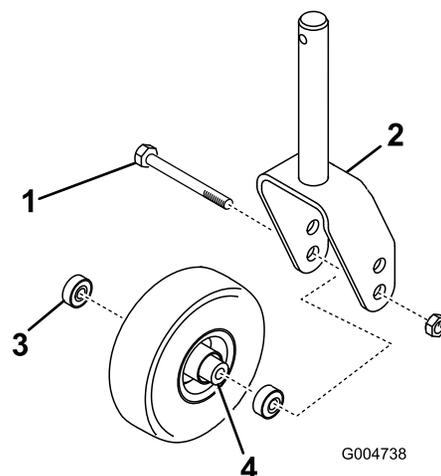
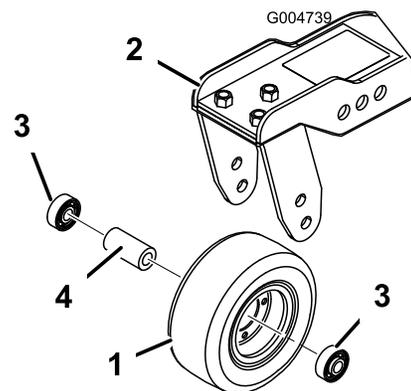

Bild 87
Bild 88
1. Entfernen Sie die Sicherungsmutter von der Schraube, mit der das Laufrad zwischen der Laufradgabel (Bild 87) oder dem Laufradgelenkarm (Bild 88) befestigt ist.
2. Entfernen Sie das Lager aus der Radnabe und lassen das Lagerdistanzstück herausfallen (Bild 87 und Bild 88).